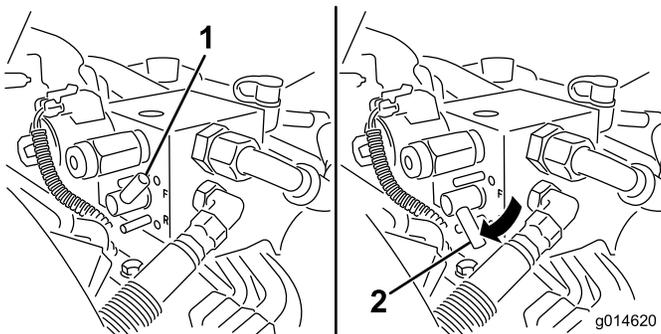

図 52
5. バックラップ・レバーを逆転R位置にセットする図 52。